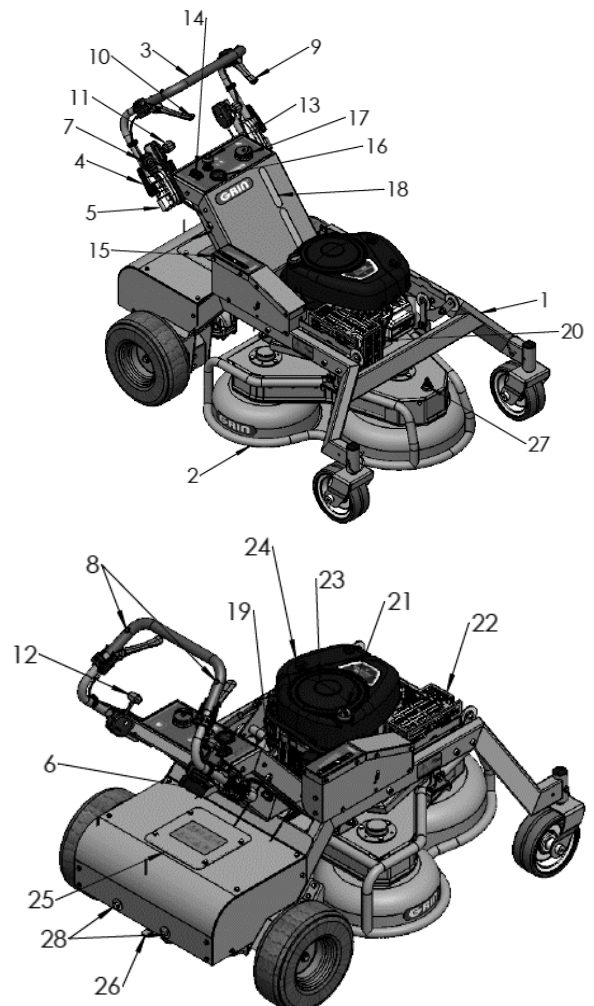

Abb. 7 - Komponenten der Maschine
Ihr Grin XM wird mit Öl im Motor ausgeliefert. Nach ca. 5 Betriebsstunden wird empfohlen, den Ölstand mit dem Ölmesstab (Abb.7_21) zu prüfen und ggf. nachzufüllen. Ölmenge und -typ sind dem Motorhandbuch zu entnehmen.
2. Den Tankdeckel abschrauben (Abb. 7_17), nachdem er und der Bereich um ihn von evtl. Verunreinigungen befreit wurden.
3. Füllen Sie mit Hilfe eines Trichters normales grünes Benzin ein. Sie können den Benzinstand mit Hilfe der Kraftstoffstandanzeiger an der Maschine überprüfen (Abb.7_18) Füllen Sie nicht über den sichtbaren Stand hinaus auf, lassen Sie Raum für die Kraftstoffausdehnung. Evtl. übergelaufenes oder verschüttetes Benzin sofort beseitigen und dem Benzin kein Öl zumischen.
6. Öffnen Sie den Benzinhahn zwischen Tank und Motor. (Abb.7_19). Es wird empfohlen, den Hahn während des Transports immer zu schließen, damit nicht zu viel Benzin in den Motor gelangt.
Hinweis: Stellen Sie bei kaltem Motor den Hebel zur Einstellung der Motordrehzahl (Bild 7_12) in die Choke-Stellung.
!!! ACHTUNG !!! Nach dem Anlassen des Motors ist der Drehzahlverstellhebel (Bild 7_12) sofort aus der Position Choke zu entfernen.
Ihr XM ist mit einer elektronischen, millimetergenauen Mähhöhenverstellung ausgestattet. Drücken Sie nach dem Einschalten des Geräts die Taste für die Höheneinstellung (Abb. 7_14), um das Schneidsystem anzuheben oder abzusenken. Sie können die eingestellte Höhe über die Höhenanzeige (Abb.7_15) ablesen. Wenn Sie den Anzeiger in Richtung des grünen Bereichs bewegen, wird die Mähhöhe erhöht. Wenn Sie den Anzeiger in Richtung des roten Bereichs bewegen, wird die Mähhöhe verringert. Für einen optimalen Schnitt wird empfohlen, die Anzeige nicht in den roten Bereich zu bringen.
1. Lösen Sie nach dem Anlassen des Motors die Feststellbremse, indem Sie den Hebel (Abb.7_6) nach rechts und dann nach oben bewegen.
2. Nachdem Sie überprüft haben, dass die Mähhöhe korrekt ist, starten Sie das Schneidsystem, indem Sie den gelben Pilz am Armaturenbrett anheben (Bild 7_13).
3. Bewegen Sie den Schalthebel (Abb. 7_11) nach vorne oder hinten. Bewegen Sie den Hebel behutsam, um die Geschwindigkeit allmählich zu verändern, insbesondere wenn Sie den Rückwärtsgang einlegen. Abrupte Geschwindigkeitsänderungen können dazu führen, dass der Bediener das Gleichgewicht verliert.
4. Um die Maschine zu lenken, drücken Sie den linken Hebel (Abb.7_9), um nach links zu fahren und den rechten Hebel (Abb.7_10), um nach rechts zu fahren. Je fester der Hebel gedrückt wird, desto enger wird die Kurve. Wenn der Hebel ganz gedrückt wird, dreht sich die Maschine um sich selbst.
1. Bringen Sie den Vorwärts/Rückwärts-Hebel (Bild 7_11) in die Neutralstellung (N)
2. Ziehen Sie die Feststellbremse an, indem Sie den Hebel nach unten bewegen (Abb.7_6).
3. Schalten Sie das Schneidsystem aus, indem Sie auf den gelben Pilztaster am Armaturenbrett drücken (Abb.7_13).
4. Lassen Sie die Sicherheitstasten (Abb.7_8) los, um die Maschine auszuschalten.
1. Lösen Sie die Befestigungsschrauben des On-Board-Kits (Abb.7_28), positionieren Sie die Platte und ziehen Sie die Schrauben wie in der Abbildung oben an. Ziehen Sie die Schrauben mit einem Drehmoment von 50 Nm an.